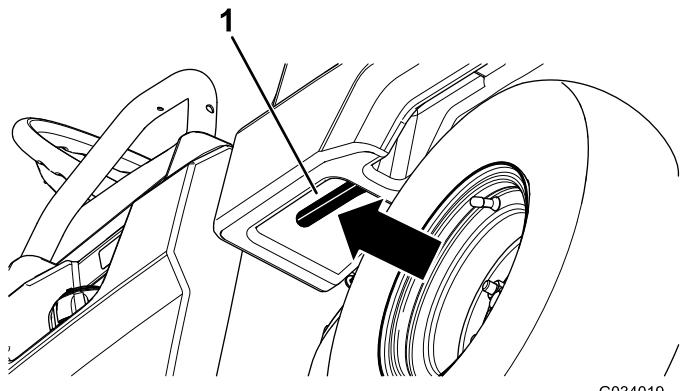

図 16
1. 荷台内側左にあるレバーを引いて荷台を持ち上げる図 16。
1. ラッチバーを引き上げて荷台を少し持ち上げる図 16。